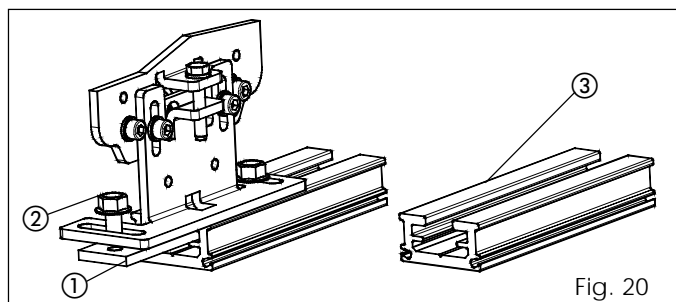

Fig. 20
- Montare il profilo attacco anta (accessorio fig. 20 rif. ③) sulla parte superiore dell' anta utilizzando viti adeguate.
- Fissare l' anta sui rispettivi carrelli utilizzando le piastre (fig. 20 rif. ①) e le viti (fig. 20 rif. ②) in dotazione.